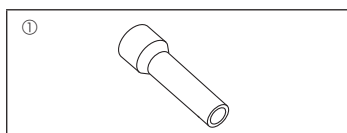

Fig. 1-1
1.6. Accessoires van het buitenapparaat (Fig. 1-1) (ZM200/250, M200/250)